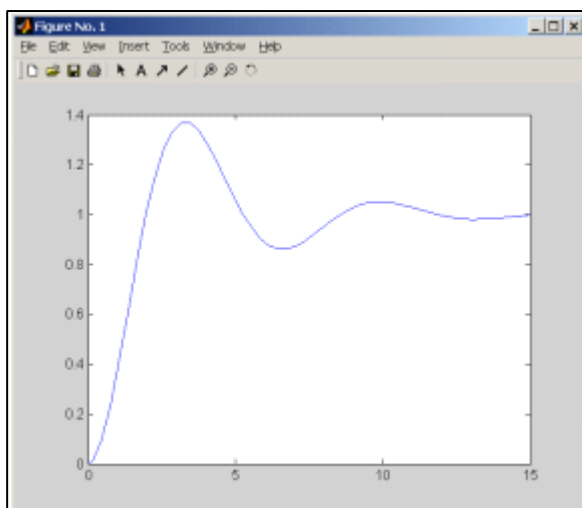

图 7.50 二阶系统时间响应
**【例 7.11 续】** 运行二阶系统的阶跃响应，如图 7.50 所示。